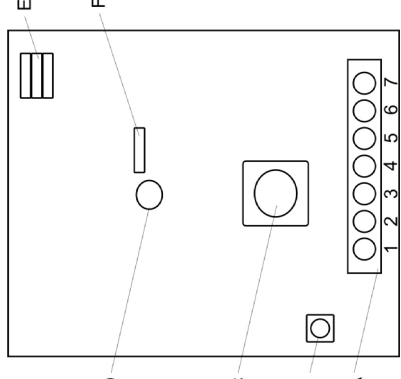

Fig. 2
8. Verbinden Sie die Drähte mit den Anschlussklemmen (Fig. 2).
8. Attach the wires to the connection terminal (Fig. 2).
- 8-Brancher les fils aux bornes de raccordement (comme indiqué / Fig. 2)